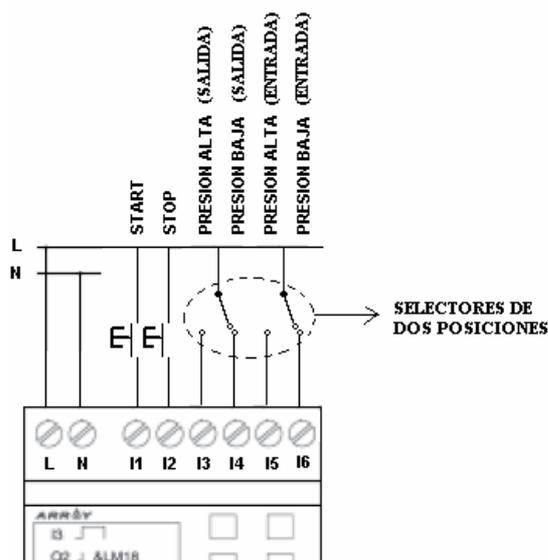

Figura. 6.30. Conexión de entradas al PLC
2. Conectar las entradas del PLC como se indica en la Figura 6.30: